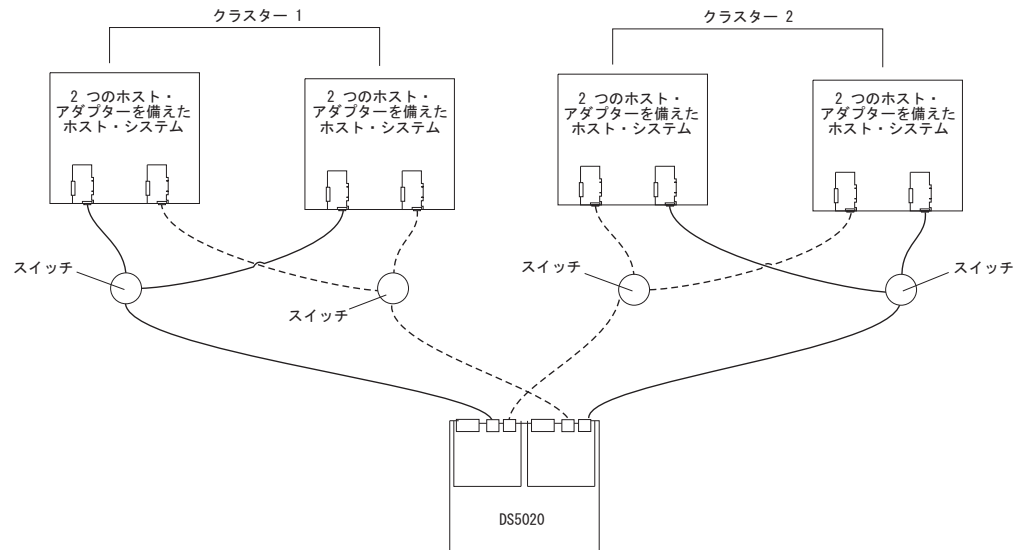

図 60. 2 クラスタ構成の例
- 2 つのクラスター (101 ページの図 60)
101 ページの図 60 に、2 クラスタ構成の例を示します。